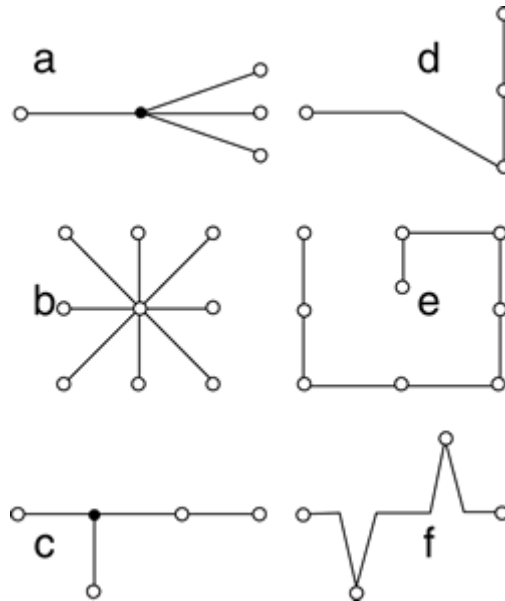

图 8
1. 采用一条双绞线电缆作总线，将各个节点串接起来，从总线到每个节点的引出线长度应尽量短，以便使引出线中的反射信号对总线信号的影响最低。图 8 所示为实际应用中常见的一些错误连接方式 (a, c, e) 和正确的连接方式 (b, d, f)。a, c, e 这三种网络连接尽管不正确，在短距离、低速率仍可能正常工作，但随着通信距离的延长或通信速率的提高，其不良影响会越来越严重，主要原因是信号在各支路末端反射后与原信号叠加，会造成信号质量下降。